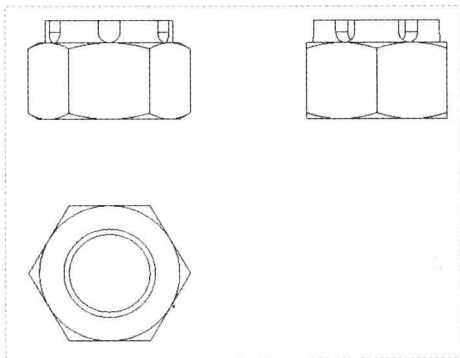

图 12-56 图形文件
Step 01 按【Ctrl+O】组合键，打开图形文件，如图 12-56 所示。